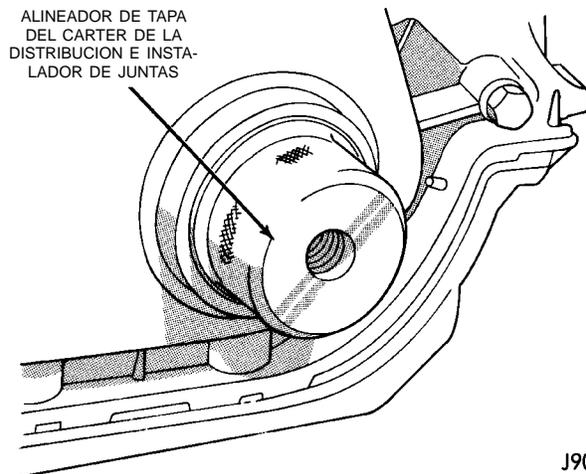

Fig. 48 Alineador de tapa del cárter de la distribución e instalador de juntas 6139
- (12) Coloque el alineador de la tapa del cárter de distribución e instalador de juntas 6139 en la abertura del cigüeñal de la tapa (Fig. 48).